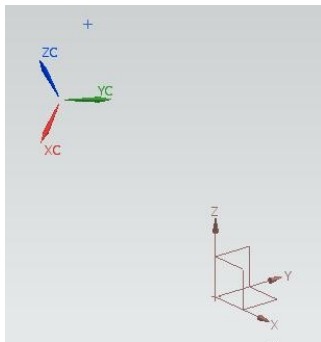
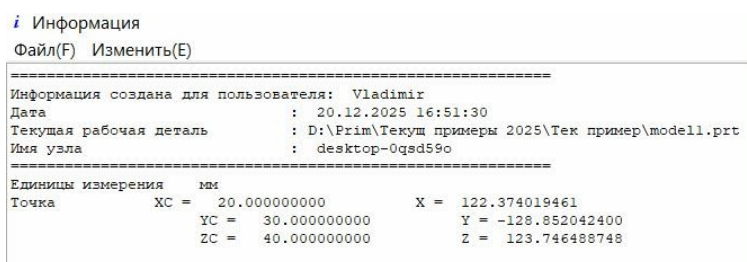

Рис.36
Рис.40
- Построенная точка в рабочем поле изображается маленьким синим крестиком (рис.36).
- Предположим, что предварительно мы построили точку в **РСК** с координатами 20, 30, 40 мм (рис.36). А теперь, для проверки, мы хотим узнать координаты этой точки. Для этого мы вызываем вышеуказанную команду: *Информация\Точка*. В ответ на указание на уже построенную точку система предоставит таблицу «**Информация**» (рис.40), в которой укажет координаты данной точки и в РСК, и в абсолютных координатах. Координаты точки в РСК обозначаются **XC, YC, ZC**. Координаты точки в абсолютной СК обозначаются просто **X, Y, Z**.